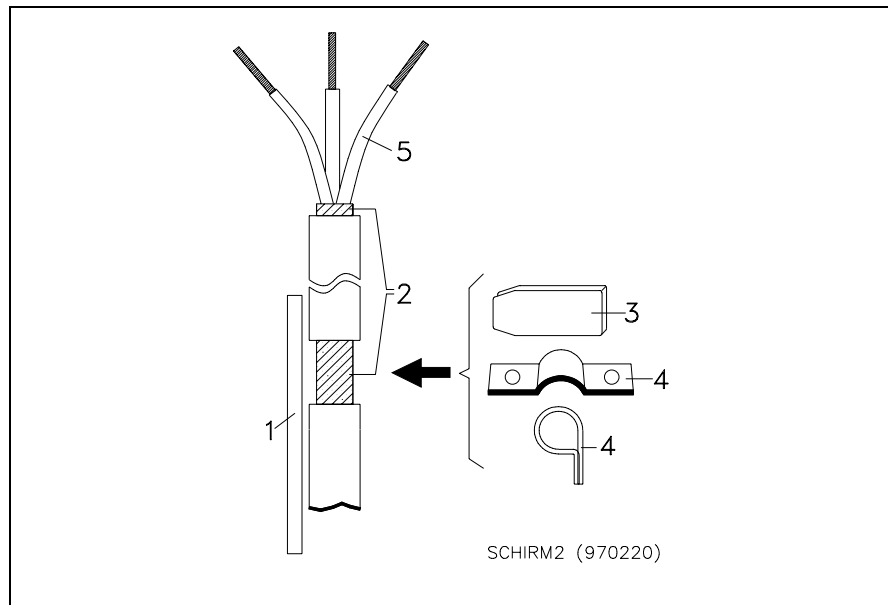

Abbildung 2:
- ◆ Schirme sind möglichst großflächig und impedanzarm, z.B. mittels Rohrschellen (4) oder Federklammern (3) auf geerdeten Sammelschienen oder Montageplatten (1) aufzulegen. Dadurch wird der Schirm (2) ohne Unterbrechung weitergeführt bis zur Anschlussstelle des Kabels und die unbedeckten Überstände (5) des Kabels können extrem kurz gehalten werden (siehe Abbildung 2).